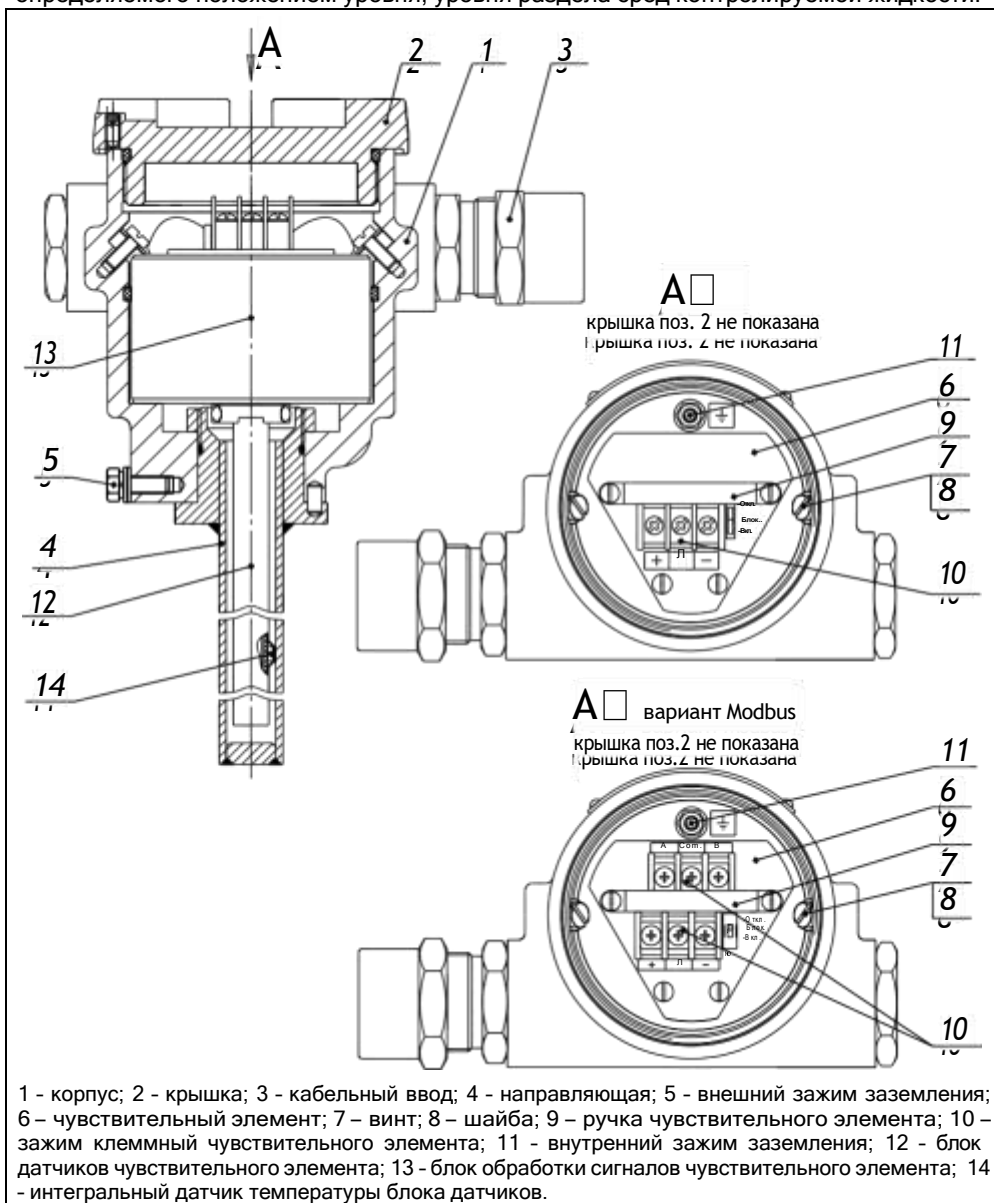

Рисунок 10
1.5.1 Корпус 1 преобразователя с крышкой 2, кабельными вводами 3 и направляющей 4 образуют взрывонепроницаемую оболочку преобразователя (см. рисунок 10). На направляющей устанавливаются устройство крепления, поплавки и ограничители хода поплавков (см. рисунки 1 — 3, 7, 8).
Оболочка на корпусе имеет наружный зажим заземления 5 (см. рисунок 10).